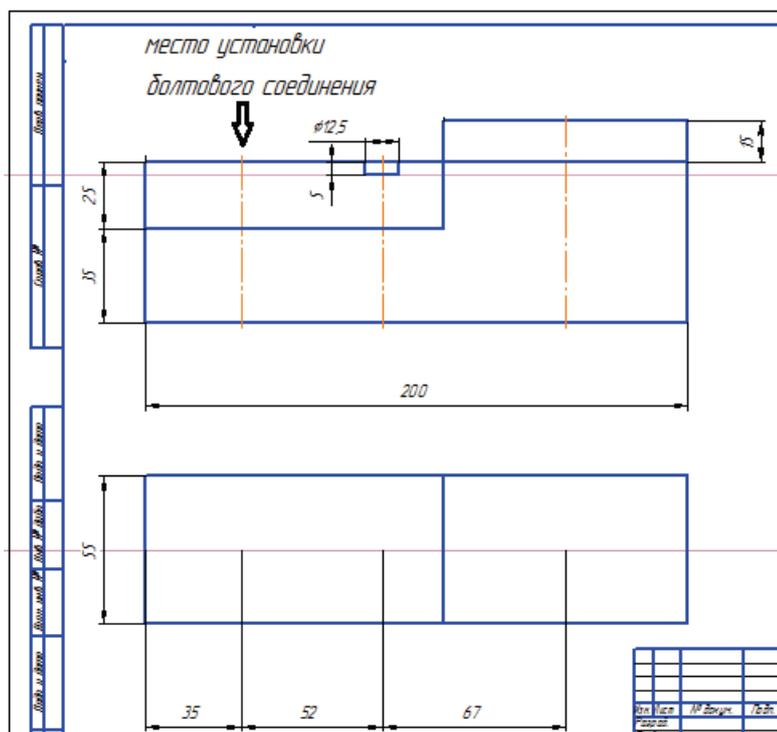

Рис. 5.1
Начинать работу нужно с выбора на чертеже-заготовке мест установки болтового соединения, соединения шпилькой и винтом. Они намечены осями линиями. Например, на чертеже, приведенном на рис. 5.1, болтовое соединение строится на осевой линии слева.
- Рассчитать толщину соединяемых деталей и определить длину винта. На рис. 5.1 винт устанавливается на средней осевой линии.